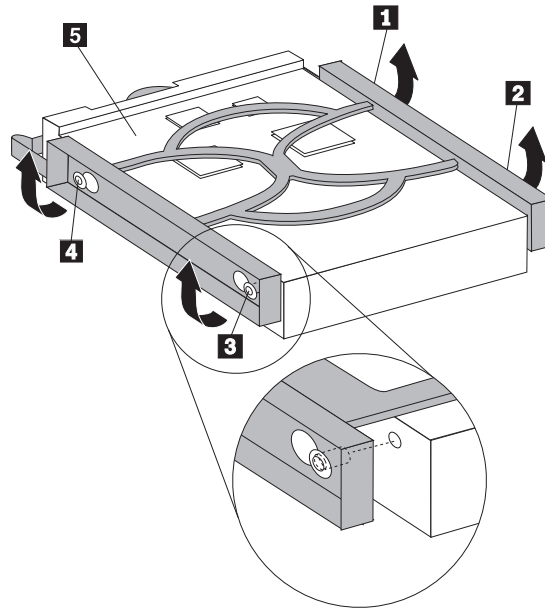

Figura 20. Sustitución de la unidad de disco duro
5. Instale la nueva unidad en la pieza de sujeción, doble la pieza de sujeción y alinee las patillas **1** a **4** de la pieza de sujeción con los orificios de la unidad de disco duro. Consulte la Figura 20 en la página 35. No toque la placa de circuito **5** que hay en la parte inferior de la unidad de disco duro.